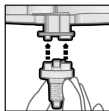

Fig. 2
3. Plasser en av de inkluderte Dynamix-blandetuppene over utloperne på patronen. (Fig. 2).